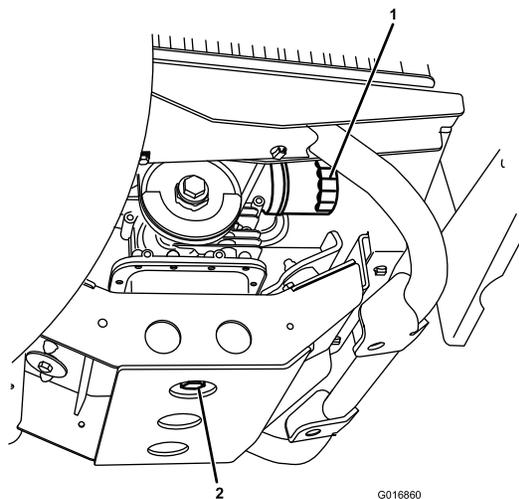

Bild 24
5. Entfernen Sie die Ablassschraube (Bild 24) und lassen Sie das Öl in die Auffangwanne ab. Schrauben Sie die Ablassschraube wieder ein, nachdem das Öl abgelaufen ist.
2. Entfernen Sie den vorhandenen Ölfilter (Bild 24).